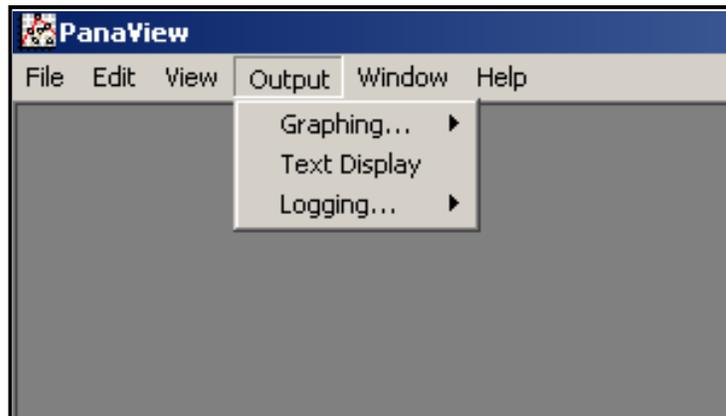

Figure 2 : Menu de sortie
Pour accéder aux options de traitement des données de PanaView, déroulez le menu *Sortie*, comme le montre la Figure 2.
2. Déroulez le menu *Sortie* et cliquez sur l'option *Affichage de texte* (voir Figure 2 à la page 39).
2. Déroulez le menu *Sortie* et cliquez sur l'option *Graphique - nouveau* (voir Figure 2 à la page 39).